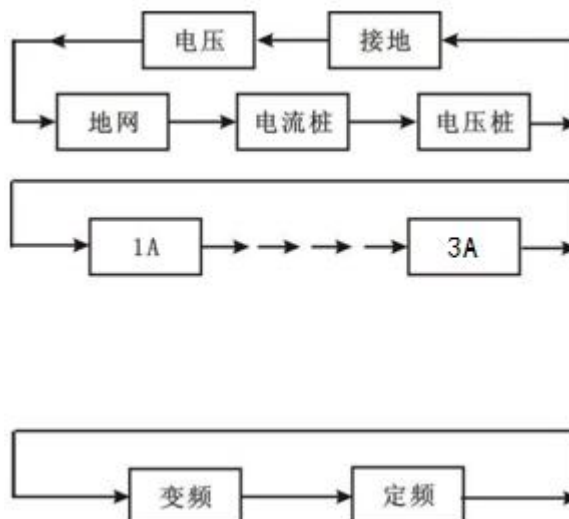

图 10 参数设定流程图
(3) 在光标当前所示项目，按 **增大**、**减小** 键可进行该项菜单的变更，并循环指示，流程见图 10 所示。
(4) 将菜单变更至与测试要求相对应后即可按选择键进行下个项目的选择。